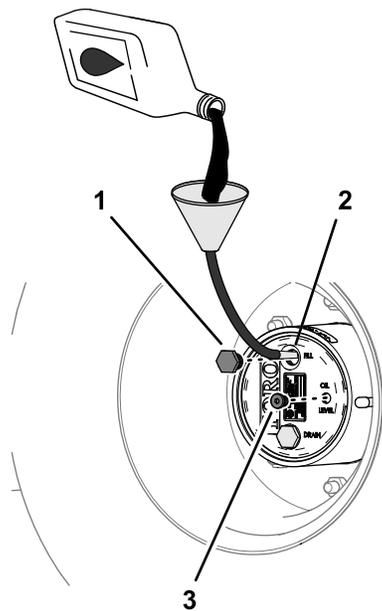

Bild 93
4. Wenn der Ölstand niedrig ist, entfernen Sie die Füllschraube und füllen Sie Öl der angegebenen Sorte ein, bis es aus dem Loch der Prüfschraube ausläuft (Bild 93), siehe Schmiermittelspezifikation für Planetengetriebe \(Seite 75\).
6. Setzen Sie die Füllschraube und die Prüfschraube ein (**Bild 93**).
1. Füllen Sie langsam das angegebene Getriebeöl in die Füllöffnung ein, siehe Bild 93 in Prüfen des Ölstands im Planetengetriebe \(Seite 75\).
3. Setzen Sie die Füllschraube und die Ölstandsschraube ein, siehe Bild 93 in Prüfen des Ölstands im Planetengetriebe \(Seite 75\).